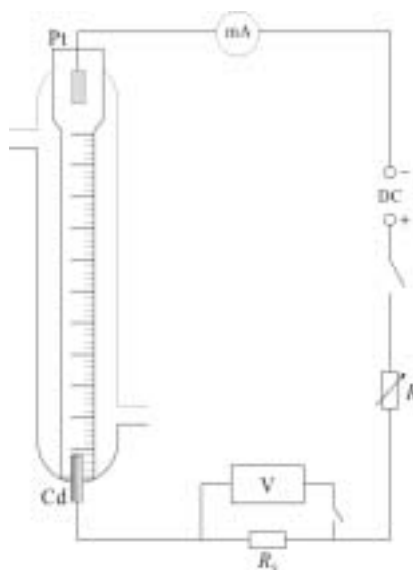

图 2-59 界面移动法实验装置
仪器装置见图 2-59。
2. 按图 2-59 接好线路。图中 V 表为数字电压表， R_s 为标准电阻， R 为可变电阻，DC 为直流电源。控制直流电源输出电压为 300V，调节电阻 R ，使电流控制在 3 mA 左右。（注意：高压直流电危险！）